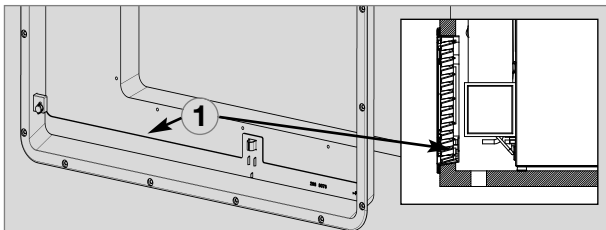

Fig. 17
- ① Grata di ventilazione LS 100 o LS 200
- ② Grata di ventilazione LS 200
Le brûleur à gaz doit se trouver au-dessus du bord (1) (Fig. 17).